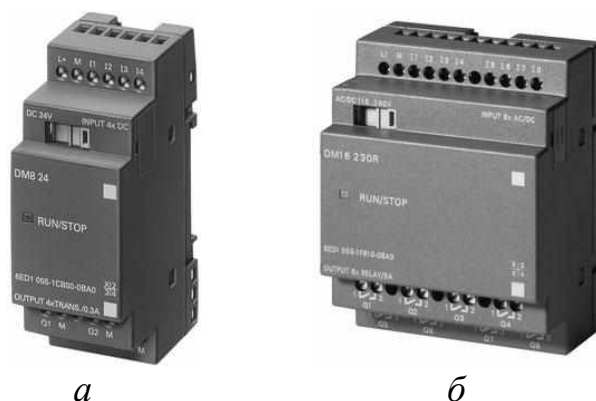

Рисунок 2 – Модули расширения: *а* – LOGO! DM8 с 4 дискретными входами и 4 дискретными выходами; *б* – LOGO! DM16 с 8 дискретными входами и 8 дискретными выходами
**Модули расширения** (рисунок 2), позволяющие увеличивать количество дискретных входов и выходов, обслуживаемых одним логическим модулем LOGO!. Общее количество подключаемых модулей LOGO! DM ограничивается максимальной конфигурацией логического модуля: 24 дискретных входа, 16 дискретных выходов: